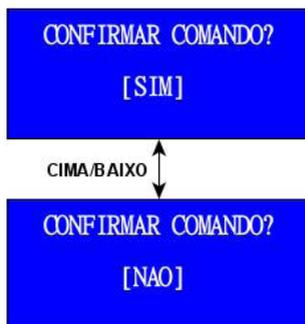

Figura 6.4: Confirmação da ação
Nestas telas haverá uma pergunta para a confirmação da ação. Com as teclas CIMA ou BAIXO deve-se escolher entre as opções "SIM" ou "NAO", Figura 6.4 na página 6-4, e confirmar com a tecla ENTER.
- 5) Confirmar o comando, de acordo como sugerido na Figura 6.4 na página 6-4, e observar a atualização do status no Painel Sinóptico, de acordo como indicado na Tabela 3.2 na página 3-3.